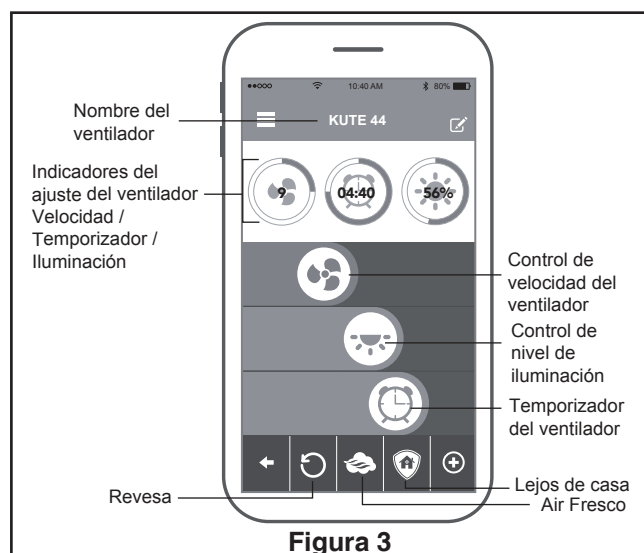

Figura 3
3. Las funciones del ventilador se muestran en Figura 3.